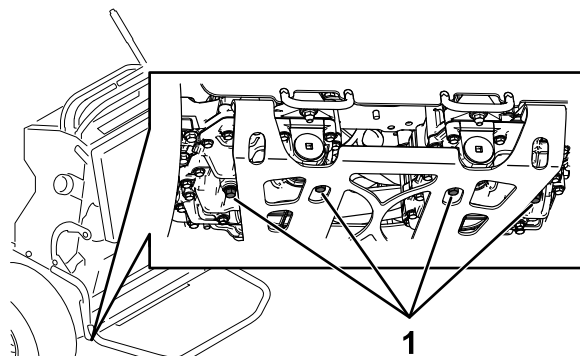

Figure 66
3. Localisez les bouchons de vidange sous la base de la transmission et placez un bac de vidange sous le bouchon (Figure 66).